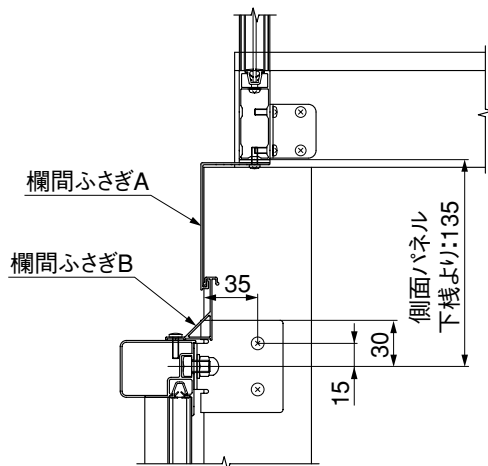

図4-2 欄間ふさぎ材取付方向①
- ② 欄間ふさぎBは欄間ふさぎAに引っ掛けた後(「4.欄間ふさぎAの加工、組付け」図4-2、4-3参照)、上下棧の上面に乗せて**5-3**で取付けてください。
- ③ 欄間ふさぎAを本締めしてください。
- ④ 止水シールのまわり、下棧固定金具の周辺、欄間ふさぎBと側面スクリーン